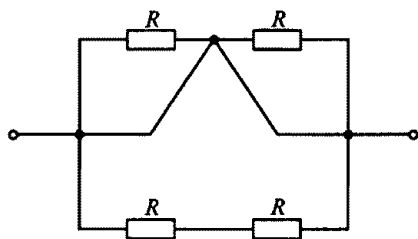

Рис. 22
1.36. Р. На рис. 22 все резисторы имеют одинаковое сопротивление R . Чему равно эквивалентное сопротивление этой цепи?